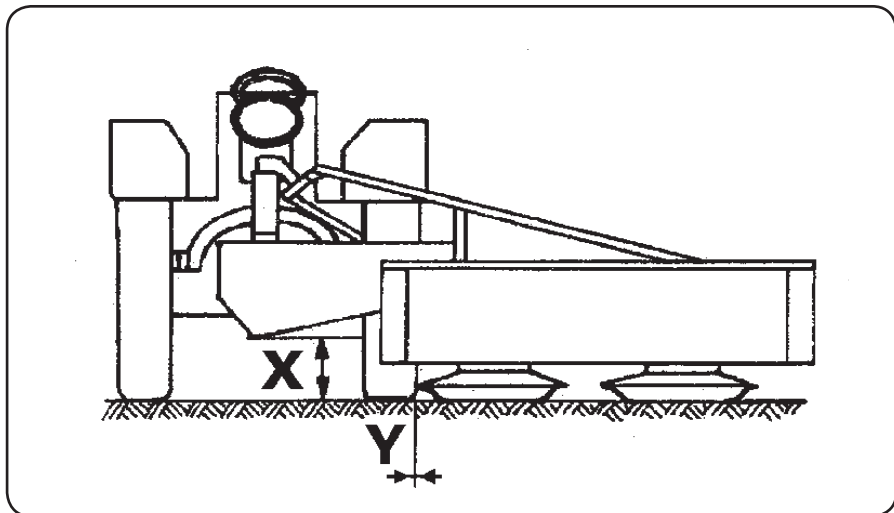
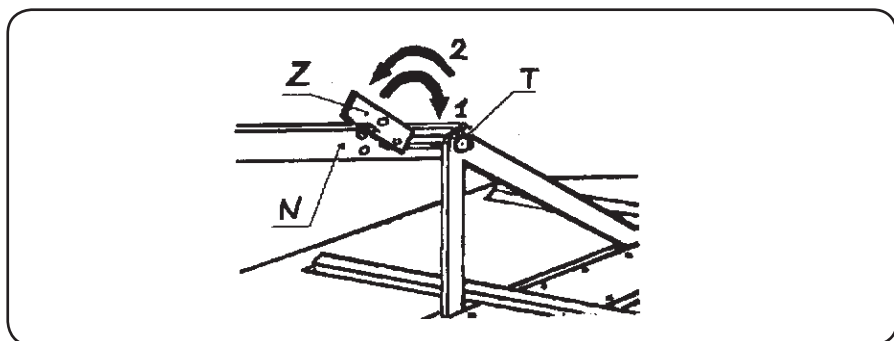

Рис.9. Установка косилки к трактору
Рис.13. Установка собачки «Z» в положении:
- д) повернуть собачку «Z» вниз (согласно стрелки 1 **Рис. 13**) в положение, блокирующее перемещение стержня «Т» в отверстии тяги «N»,
в) повернуть собачку «Z» (в соответствии со стрелкой 2, Рис.13) в позицию, позволяющую на перемещение стержня «Т» в продольном отверстии тяги «N» (тем самым свободное копирование местности),
■ Определить позицию рамы навески косилки так, чтобы удержать величину (X) (Рис.9), которая должна составлять около 30 см, а стержень «Т» должен занимать среднюю позицию продольного отверстия в тяге «N» (Рис.13). Эту регулировку следует провести при помощи смены длинны правой подвески (9) (Рис.3.)